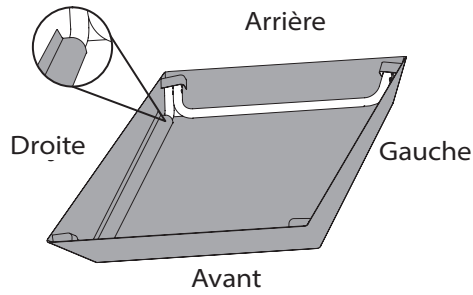

Figure 6
1. Placez la structure assemblée à l'envers, puis dépliez la toile (article n° 16) aux quatre coins et fixez l'intérieur de la toile aux montants à l'aide des bandes velcro. Voir la Figure 6.